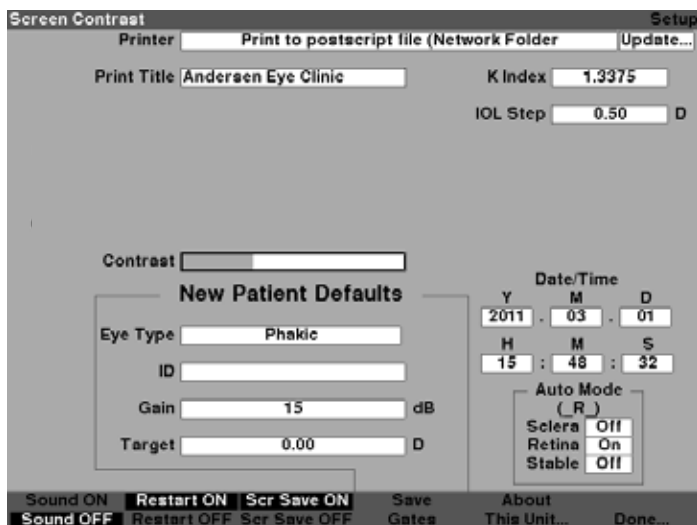

Figura 5-41 Contraste ajustado
- Pressione o botão giratório ou o botão \surd para salvar o Contraste alterado e desativar o campo conforme mostrado na Figura 5-41.